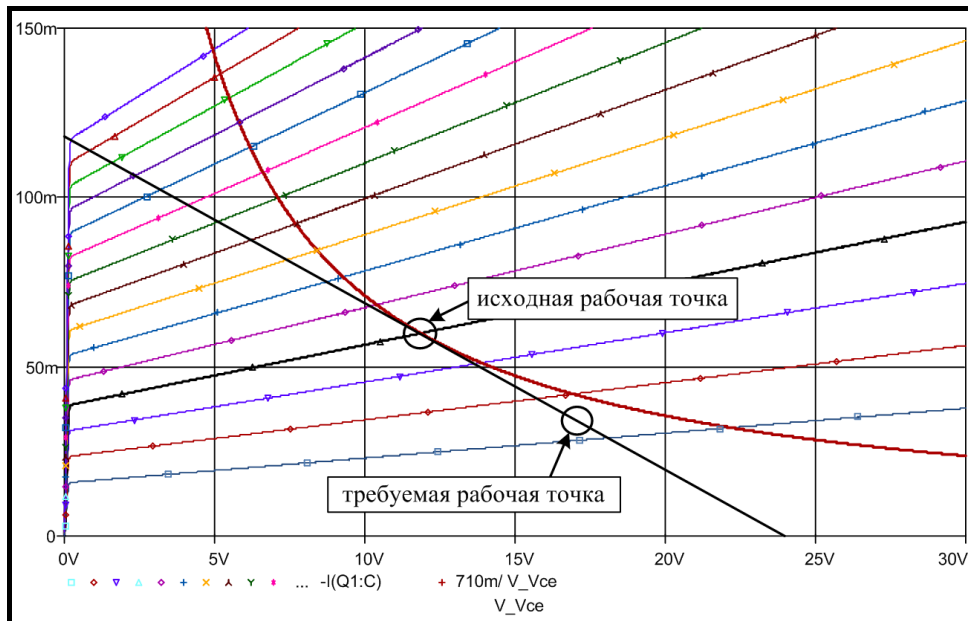

Рис. 98. Выбор новой рабочей точки с неизвестным током базы
15. По выходным характеристикам транзистора, полученным в лабораторной работе №2 выбрать новую рабочую точку неизвестным заранее током базы  $I_{B0}$  (рис. 98) и зафиксировать значения напряжения  $U_{KЭ0}$  и тока  $I_{K0}$ .